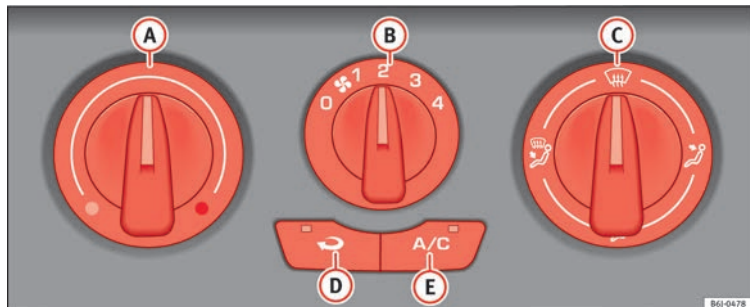

Fig. 129 Sul cruscotto: i comandi dell'aria condizionata.
- Disattivare l'impianto di raffreddamento con il tasto **fig. 129** **A/C** (si spegne la spia del tasto).
Quando è attiva, la funzione di ricircolo » **fig. 129**  (si accende la spia del tasto) impedisce la penetrazione di cattivi odori o aria inquinata all'interno dell'abitacolo. Questa funzione è particolarmente utile nelle gallerie e quando si è fermi in coda.